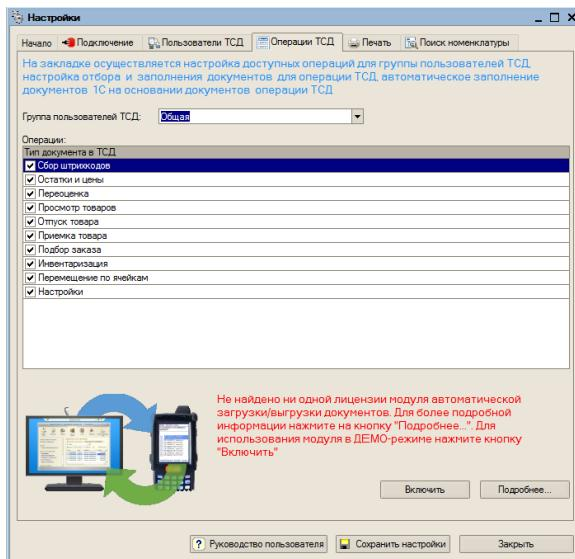
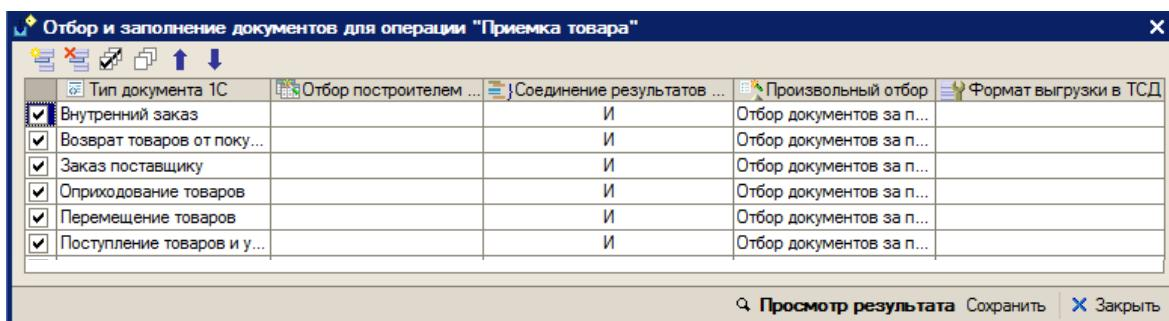
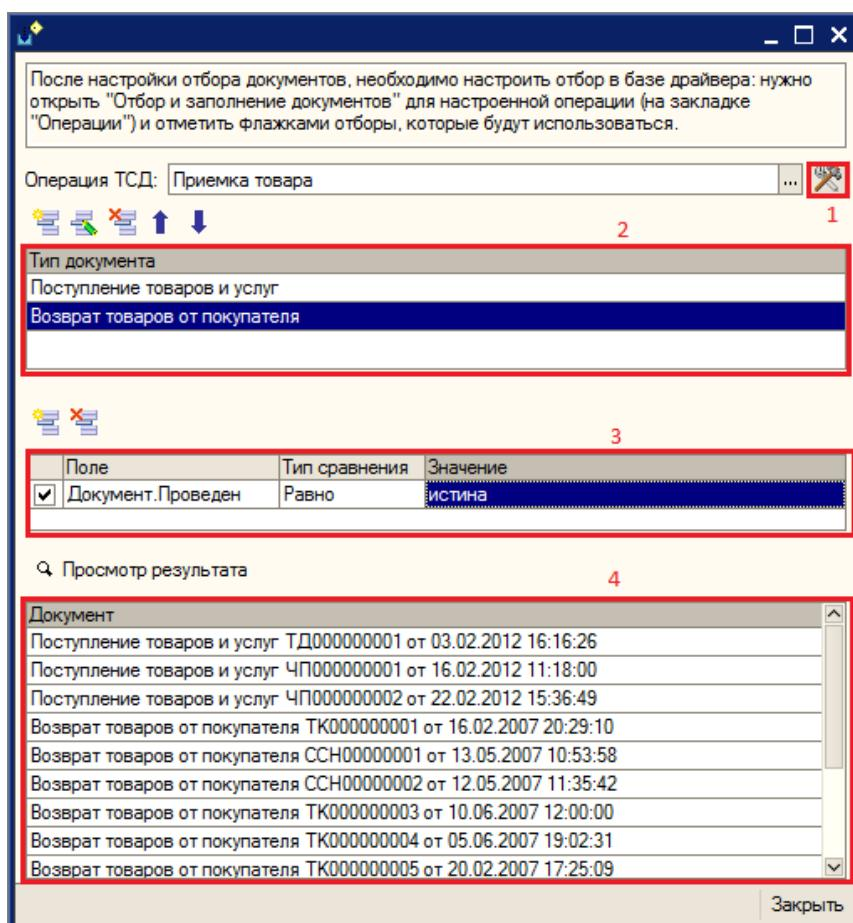

Рис.2.1. Закладка «Операции ТСД» обработки «Настройки» базы драйвера
Рис.2.2. Настройка отбора документов 1С и заполнения соответствующими им документами ТСД для операции «Приемка товара»
Рис. 2.4. Обработка «**Отбор документов для отображения в операции ТСД.ерп**» для операции «Приемка товара»
Все настройки осуществляются в базе промежуточной конфигурации драйвера ПРОФ, на закладке «Операции ТСД» (рис.2.1):
При первом открытии базы промежуточной конфигурации настройки заполнения будут заполнены по умолчанию. Для настройки правил отображения списка документов на ТСД нужно на закладке «Операции» в таблице «Операции» дважды нажать левой кнопкой мыши на ячейке «Отбор и заполнение документов ТСД» в строке с интересующей операцией ТСД (рис.2.1). Настройки конвертации документа 1С в документ ТСД задаются там же. На рис.2.2 показана форма настройки отбора и заполнения для операции «Приемка товара».
**Пример 1.1. Решение.** Нужно открыть форму отбора и заполнения для операции «Приемка товара» (рис.2.2), добавить строку в табличное поле и указать:
После закрытия формы, отбор будет отображаться в поле «Отбор построителем отчетов» (рис.2.2).
Настройки отбора документов построителем осуществляются в самой базе 1С: нужно открыть обработку «**Отбор документов для отображения в операции ТСД.ерп**» (обработка входит в поставку драйвера, рис.2.4, обработка находится: «<Путь установки драйвера>\<Конфигурация базы 1С>») в базе 1С.
В обработке, в поле «Операция ТСД», необходимо указать операцию (если сервер терминалов находится не затем компьютером, где открыта обработка, то необходимо настроить подключение – кнопка (1) на рис.2.4. Если подключение настроено корректно, то при выборе значения в поле «Операция ТСД» будет отображен список доступных операций ТСД).
На форме нужно выбрать типы документов (2, рис.2.4), задать отбор (3, рис.2.4) документов для выбранного типа. Можно просмотреть полученный результат (4, рис.2.4) нажав на кнопку «Просмотр результата». После настроек нужно закрыть форму и заново открыть настройку отбора и заполнения документов для операции ТСД в базе драйвера (рис.2.2) и поставить флаг использования у необходимых отборов.
При выборе значения в поле «Формат выгрузки в ТСД» (рис.2.2), открывается форма выбора справочника «Заполнение документов в ТСД», в которой можно добавить новую или выбрать существующую настройку.